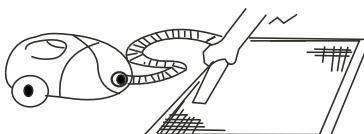

Рис. 1
- При чистке фильтр пылесосом держите его за загрязненную поверхностью вверх (рисунок 1).